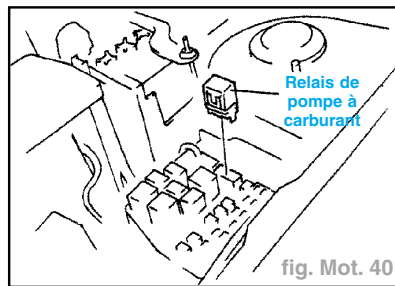

fig. Mot. 40
- Déposer le relais de pompe à carburant (fig. Mot. 40).